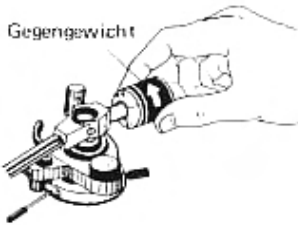

Abb. 6
1. Befestigen Sie das Gegengewicht [12] auf dem rückwärtigen Dorn des Tonarms [13] und drehen Sie es dann langsam in Pfeilrichtung, bis der Tonarm perfekt ausbalanciert ist (d.h. bis zu dem Punkt, wo weder das Gegengewicht noch die Kopfmuschel [8] nach unten sinken, wenn Sie den Tonarm loslassen (Abb. 6).